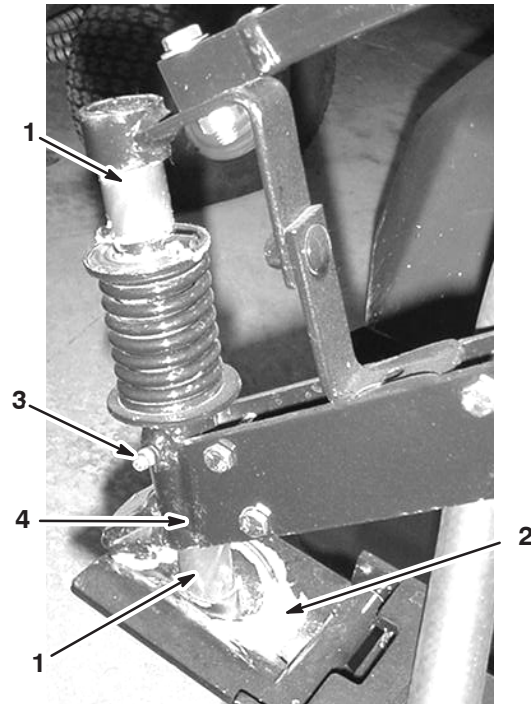

Bild 44
1. Tragen Sie mit der Hand Schmiermittel auf die Stützwelle und innen an der Kugelpfanne der Scharnierplatte auf, wie in Bild 44 dargestellt.
2. Pumpen Sie Schmiermittel in die Nippel unter der Feder, bis Schmiermittel unten am Gelenk austritt (Bild 44).